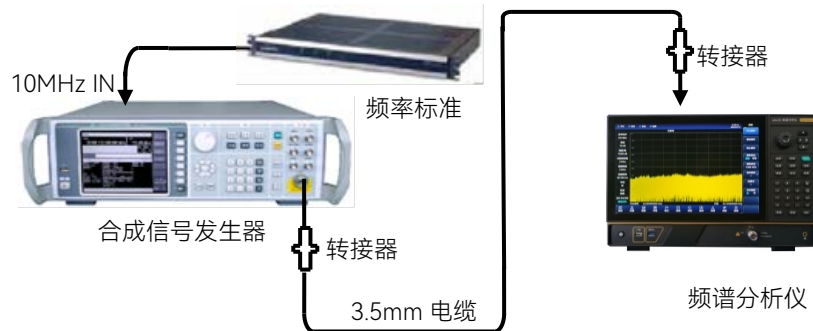

图 15.1 频率参考准确度测试
- 1) 如图 15.1 连接测试设备，频率标准输出至信号发生器的 10MHz 输入，由外部频率标准为合成信号发生器提供频率参考。合成信号发生器的射频输出接到 4042 的射频输入端口（如果没有频率标准，可用具有高稳定度频率参考选件的信号发生器替代）；